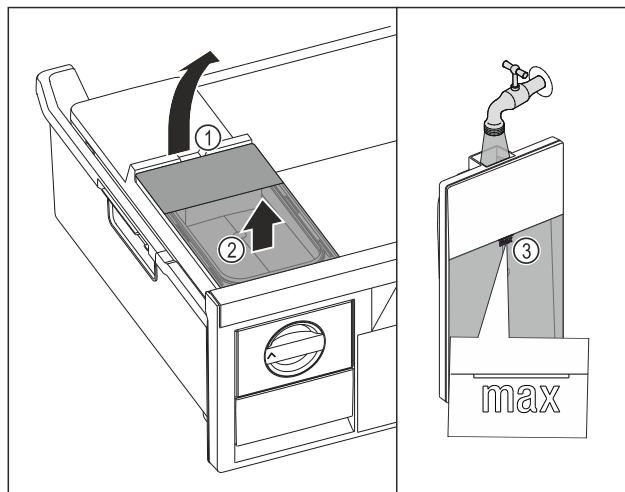

Fig. 180
- ▶ Поднимите бак для воды за выемку Fig. 180 (1).
- ▶ Извлеките бак для воды движением вверх Fig. 180 (2)
- ▶ Наполните бак для воды питьевой водой до отметки Fig. 180 (3).